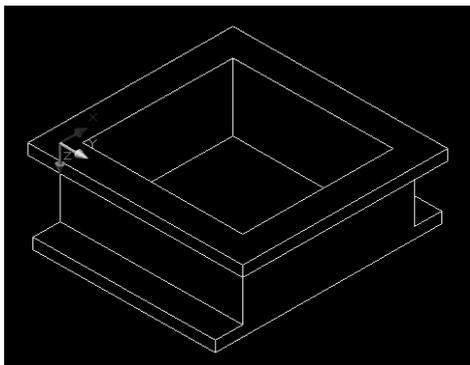

Рисунок 5.10
– построить плоскость разъема шириной 20 мм (рисунок 5.10):